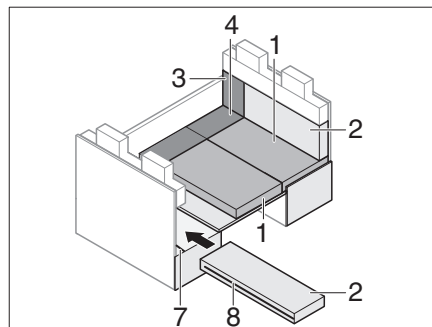

Fig. 197 Durante la transformación
- Abrir la cremallera (Fig. 197,8) en el cojín del respaldo.
- Insertar la ranura en el cojín del respaldo por encima del travesaño ISOFIX (Fig. 197,7).